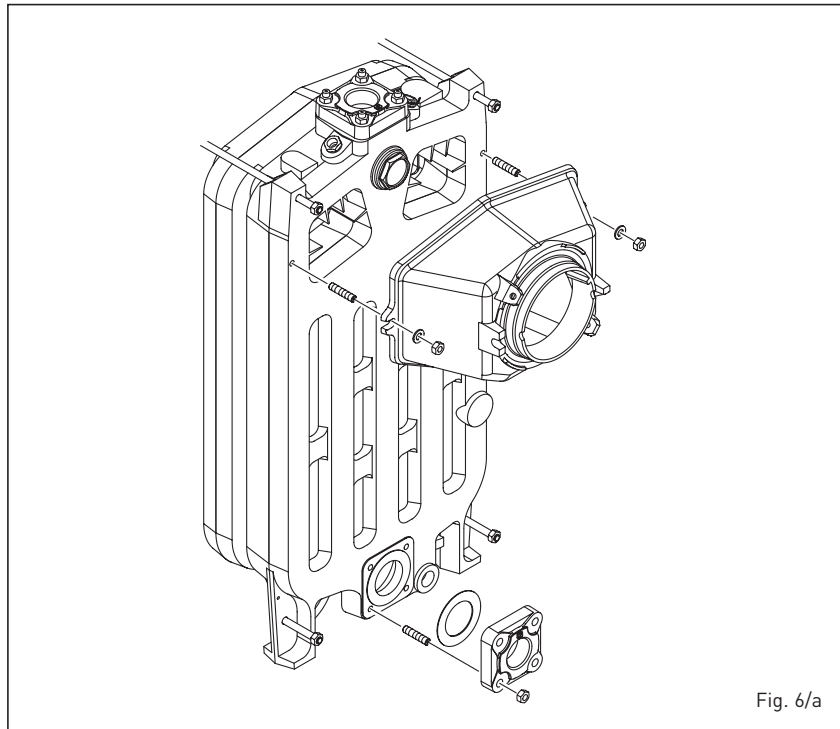

Fig. 6/a
- preparar la cabecera posterior, colocando los biconos (fig. 6) después de haberlos limpiado y lubricado con aceite de lino cocido;
- montar la cámara de humo y la brida como indica la fig. 6/a.